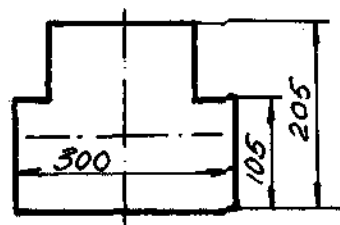

Рис. 61
1. Визначити масштаб, в якому накреслено пластинку (рис. 61). Для цього вимірною лінійкою визначають розмір сторони АВ, який дорівнює 30 мм. Справжня величина цього відрізка становить 300 мм. Тоді поділивши 300 на 30 отримаємо 10 тобто величина 300 зменшена в 10 разів. Отже, масштаб, в якому виконано креслення, становить М 1:10.